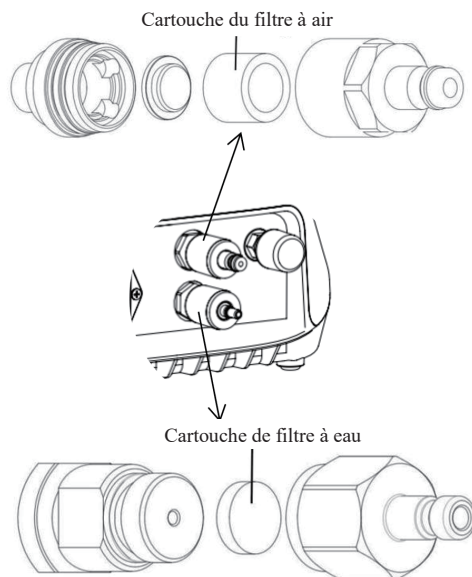

Fig. 10 Schéma de remplacement du filtre
6.1.3 Une fois par mois, vérifiez l'élément filtrant des joints d'eau et d'air à l'arrière pour voir s'il n'y a pas d'impuretés. Si c'est le cas, remplacez l'élément filtrant à temps et vérifiez la propreté du compresseur d'air et de l'environnement. S'il n'y a pas d'impuretés, il est recommandé de remplacer l'élément filtrant tous les ans. Un élément filtrant de rechange est inclus dans les accessoires fournis. Lors du remplacement de l'élément filtrant du joint de la voie d'eau, dévissez le joint de la voie d'eau, retirez l'élément filtrant et installez-en un nouveau ; lors du remplacement de l'élément filtrant du joint de la voie d'air, dévissez le joint de la voie d'air, retirez l'élément filtrant, puis installez-en un nouveau sur le bloc de positionnement de l'élément filtrant, et vissez le joint de la voie d'air, comme illustré à la figure 10.